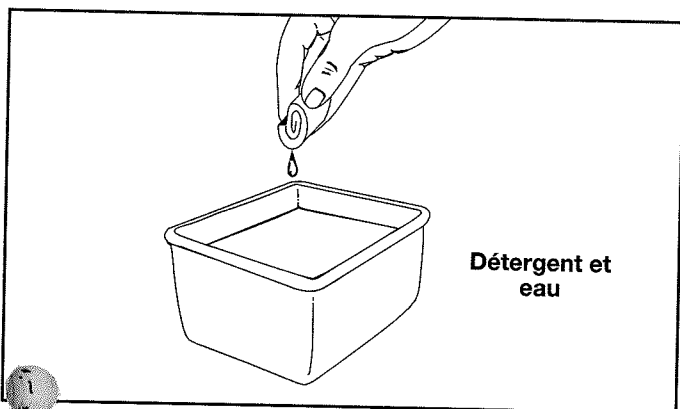

Fig. 25
3. Lavez le filtre avec un détergent et de l'eau (Fig. 25). Rincez-le consciencieusement. Egouttez-le. Laissez-le sécher complètement.